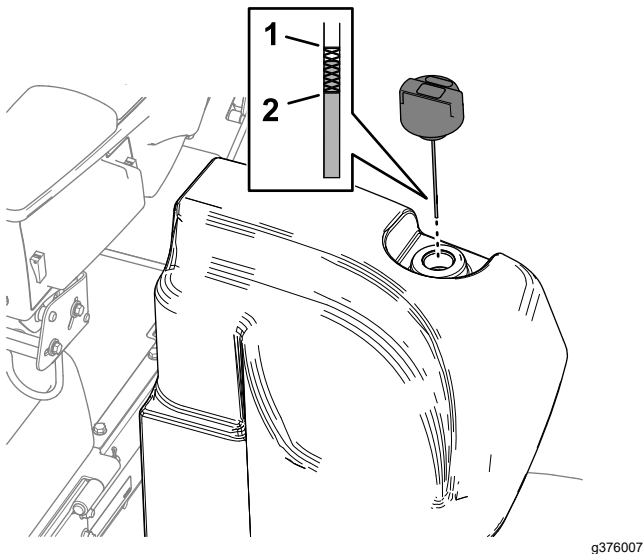

Рисунок 111
2. Очистите зону вокруг заливной горловины и крышки гидравлического бака (Рисунок 111).